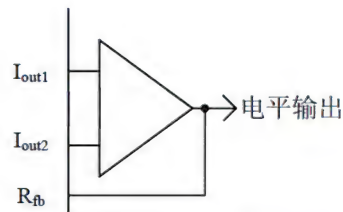

图 10.3 运算放大器的接法
- $R_{fb}$ : 反馈电阻端。即为运算放大器的反馈电阻端, 电阻(15k $\Omega$ )已经固化在芯片中, 因为 DAC0832 是电流输出型的 D/A 转换器, 为了取得电压的输出, 需在两个电流输出端接运算放大器,  $R_{fb}$  即为运算放大器反馈电阻。运算放大器的接法如图 10.3 所示。